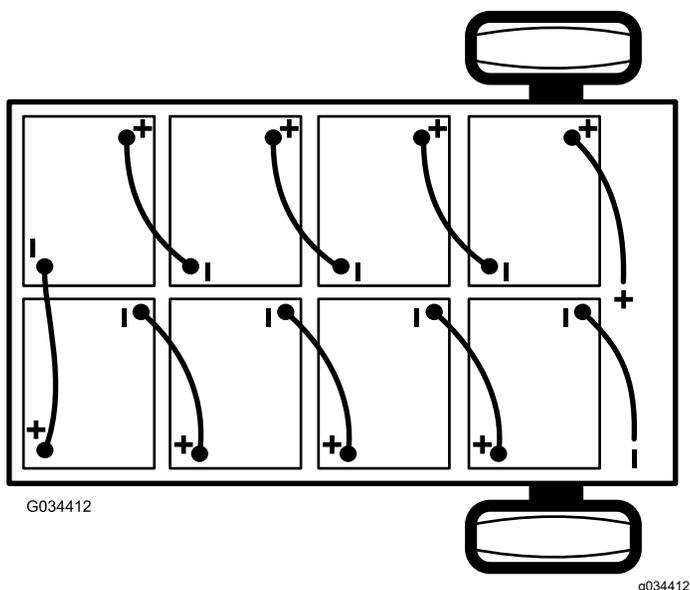

Рисунок 38
2. Отсоедините главный отрицательный кабель аккумулятора (черный), который соединяет блок аккумуляторов с точкой заземления автомобиля (Рисунок 38).
3. Отсоедините главный положительный кабель аккумулятора (красный), который соединяет блок аккумуляторов с главным контактом автомобиля (Рисунок 38).
Примечание: При установке аккумуляторов обращайте внимание на их полярность (Рисунок 38).
6. Соедините аккумуляторы между собой, как показано на Рисунок 38, с помощью промежуточных соединительных кабелей, снятых при выполнении пункта 1.
2. Подсоедините главный положительный кабель аккумулятора (красный) между блоком аккумуляторов и автомобилем (Рисунок 38).
3. Подсоедините главный отрицательный кабель аккумулятора (черный) между блоком аккумуляторов и автомобилем (Рисунок 38).